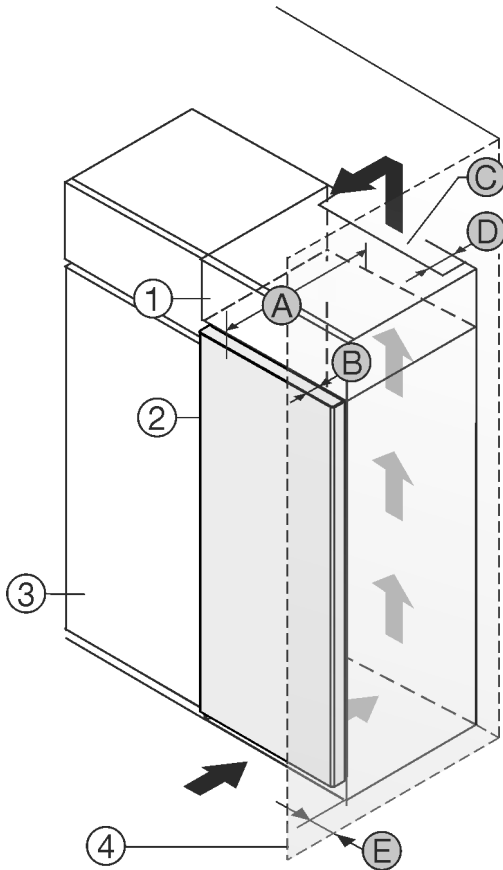

Fig. 1
- (1) Επικαθήμενο ντουλάπι * (B) Βάθος πόρτας *
- (2) Συσκευή * (C) Διατομή αερισμού *
- (3) Ντουλάπι κουζίνας * (D) Απόσταση πίσω πλευράς συσκευής *
- (4) Τοίχος * (E) Απόσταση από το πλάι της συσκευής *
- (A) Βάθος συσκευής *
Μπορείτε να τοποθετήσετε τη συσκευή ακριβώς δίπλα από το ντουλάπι κουζίνας Fig. 1 (3).*
Στην πίσω πλευρά του επικαθήμενου ντουλαπιού πρέπει να υπάρχει ένα κενό εξαγωγής αέρα με βάθος Fig. 1 (D) σε όλο το πλάτος του επικαθήμενου ντουλαπιού.*
Κάτω από την οροφή του δωματίου πρέπει να τηρείται η διατομή εξαερισμού Fig. 1 (C).*
Εάν τοποθετήσετε τη συσκευή με τους μεντεσεδες δίπλα σε κάποιον τοίχο Fig. 1 (4), τότε πρέπει η απόσταση ανάμεσα στη συσκευή και στον τοίχο να ανέρχεται σε τουλάχιστον 13 mm.*
Για να μπορείτε να ανοίγετε τελείως την πόρτα, πρέπει η συσκευή να προεξέχει κατά το βάθος της πόρτας Fig. 1 (B) από την πρόσοψη του ντουλαπιού κουζίνας. Η συσκευή μπορεί να προεξέχει περισσότερο, ανάλογα με το βάθος των ντουλαπιών κουζίνας Fig. 1 (3) και την χρήση αποστατών τοίχου.*